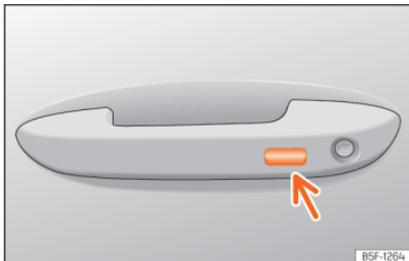

Fig. 102 Manípulo da porta: superfície sensora.
- **OU** através do sistema Keyless Access (apenas fecho): Mantenha um dedo durante alguns segundos sobre a superfície sensora de bloqueio **»»** Fig. 102 (seta) do manípulo da porta para fechar as janelas e o teto. Se deixar de tocar na superfície sensora, interrompe a função de fecho.
- Mantenha um dedo durante alguns segundos sobre a superfície sensora de bloqueio »» Fig. 102 (seta) do manípulo da porta para fechar o teto. Se deixar de tocar na superfície sensora, interrompe a função de fecho.